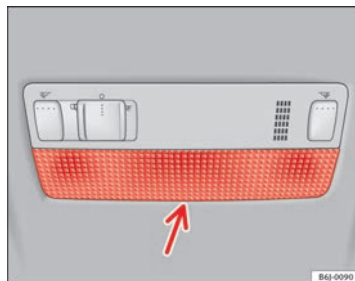

Abb. 175 Leseleuchte vorne
- Das flache Ende eines dünnen Schraubendrehers zwischen Gehäuse und Glas einführen ⇒ Abb. 175.